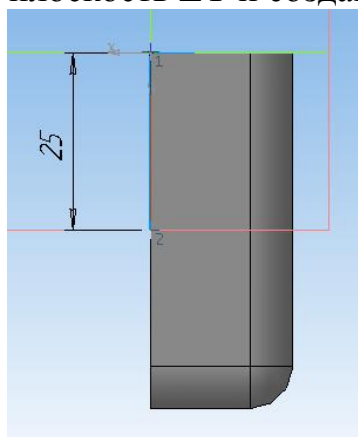

Рис. 7
17. Проставьте линейный размер на отрезок. После указания положения размерной линии в диалоге установите значение размера 25 мм. Длина отрезка изменится в соответствии с введенным значением (рис. 7).